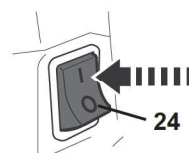
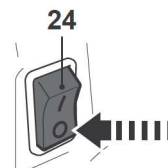

Fig. 24
Fig. 28
- > Assegure-se de que a corrente (3) não entra em contacto com nenhum objeto antes de ligar o motor.
- > Coloque o interruptor da ignição (24) na posição "I" (Fig. 24).
- > Prima e solte o bloqueio do acelerador (26) e o próprio acelerador (27) para cancelar o estado de prontidão. O motor passa a trabalhar em ralenti.
- > Antes de acelerar o motor, certifique-se de que o travão da corrente está desengatado, puxando completamente para trás a proteção frontal (2).
- > Empurre a proteção frontal (2) para verificar se o travão da corrente está a funcionar bem. Em seguida, desative o travão da corrente.
- > Para usar a motosserra, segure o produto com ambas as mãos. Com a mão esquerda, segure a pega frontal (1) (não segure o travão da corrente) e, com a mão direita, segure a pega traseira (11).
- > Certifique-se de que o travão da corrente fica engatado, pressionando completamente a proteção frontal (2). (ver acima, página 31). A motosserra não arrancará se o travão da corrente estiver acionado.
- > Coloque o interruptor da ignição (24) na posição "I" (Fig. 24)
- > Puxe completamente a alavanca do estrangulador (25) e depois volte a premi-la até ao fim. O estrangulador fica na posição OPEN (ABERTA), e o acelerador fica em estado de prontidão.
- > Apoie bem o produto contra o chão e coloque o seu pé sobre a proteção traseira (10).
**NOTA:** Sempre que prime e solta o bloqueio do acelerador (26) e o próprio acelerador (27), o estado de prontidão é cancelado e o motor passa a funcionar em ralenti.
- > Empurre a proteção frontal (2) para verificar se o travão da corrente está a funcionar bem. Em seguida, desengate o travão da corrente.
- > Solte o acelerador (27) e deixe o produto funcionar em ralenti durante algum tempo.
- > Coloque o interruptor de ignição (24) na posição "O" (posição OFF) (Fig. 28).